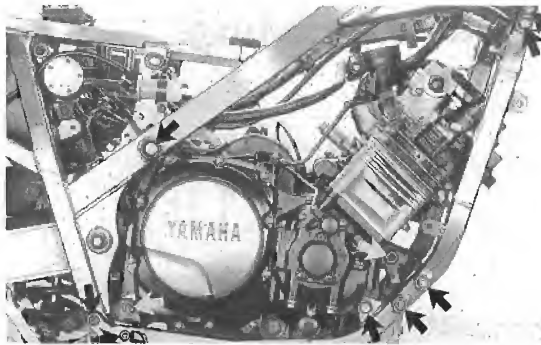

Bild 129
- Motor mit hydraulischem Wagenheber untermauern, um Motor- und Rahmenbefestigungen (Bild 129) zu entlasten.